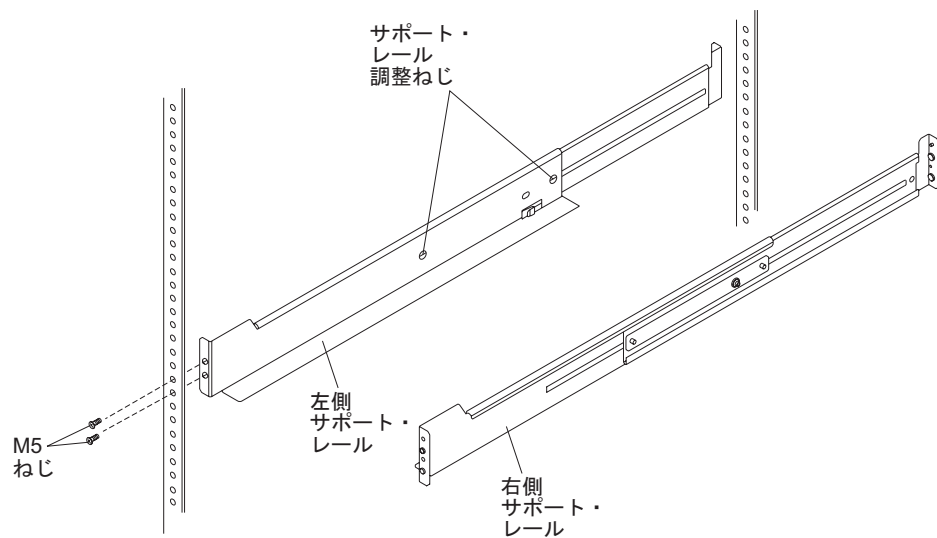

図 14. サポート・レールの取り付け
**注:** これらのステップを実行する際は、39 ページの図 14 を参照してください。